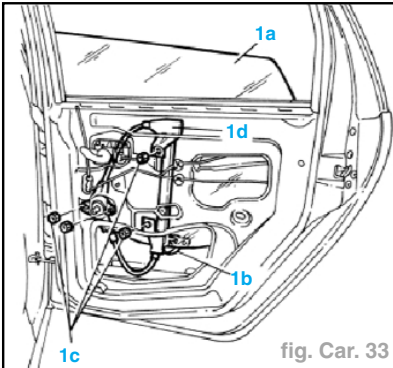

fig. Car. 33
- Détacher la vitre (1a) de la retenue de sécurité (1b) et l'amener en position de fermeture, avant de dévisser les écrous (1c) de fixation, puis extraire le lève-glace mécanique (1d) du châssis de porte (fig. Car. 33).